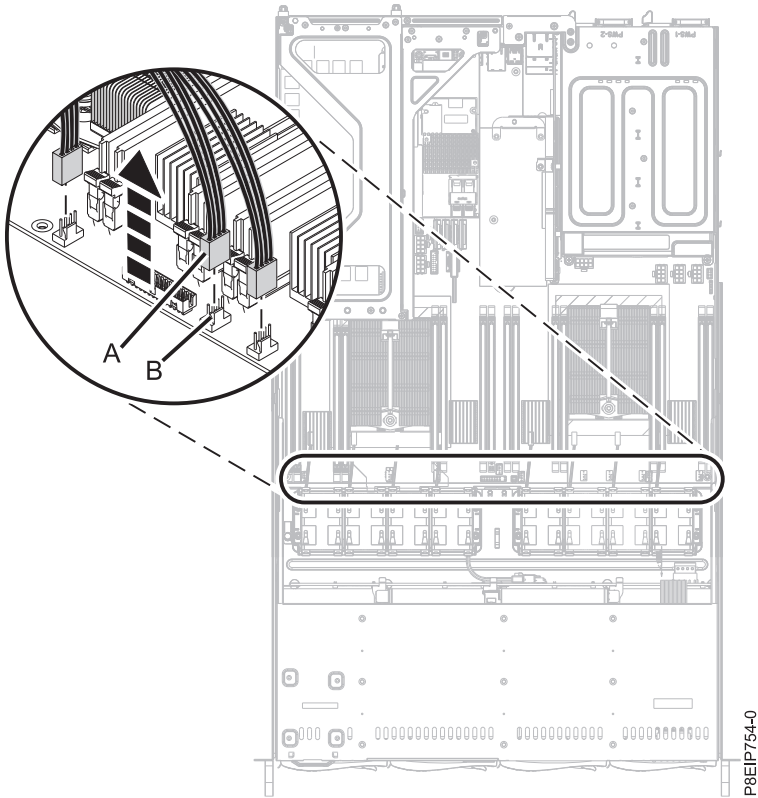

Figura 18. Desconexión del cable del ventilador
4. Para desconectar un cable del ventilador, suelte el clip del conector **(B)** y extraiga con cuidado del conector **(A)** de la placa posterior del sistema, como se muestra en la Figura 18 en la página 22. No tire de los cables. Pase el cable por el receptáculo del ventilador.